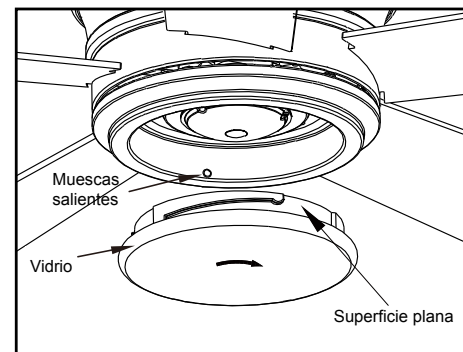

Figura 16
5. Coloca el tazón de vidrio dentro de la carcasa kit de luces alineando las tres áreas planas en la parte superior del tazón con las tres muescas salientes en la carcasa. Gira la pantalla de vidrio hacia la derecha hasta que se detenga. (Figura 16)